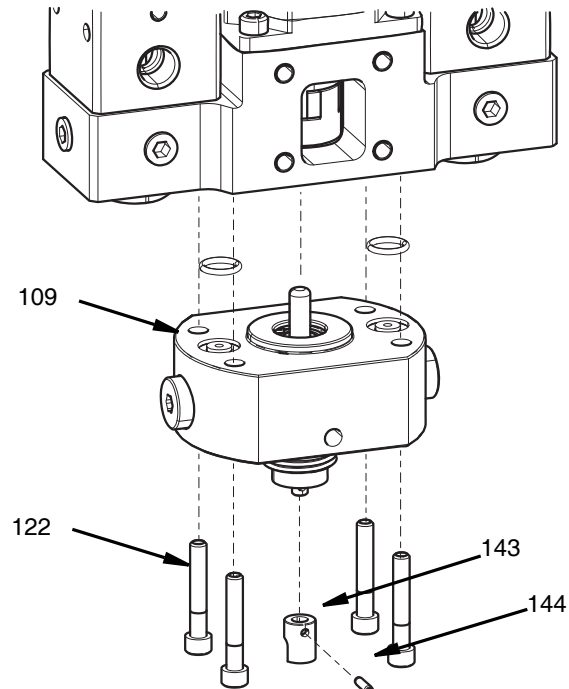
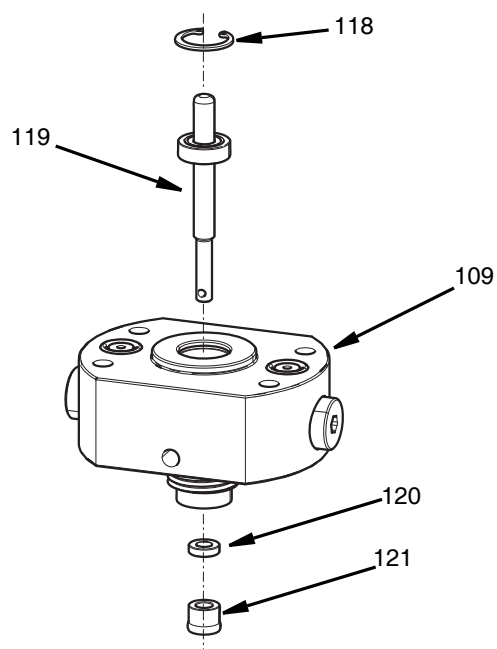

FIG. 32
FIG. 33
4. Retire los cuatro tornillos M5 (122) con una llave Allen de 4 mm.
5. Retire la boquilla de la válvula de retención (109) y las juntas tóricas (108).
6. Presione el pasador (144) fuera del adaptador del mezclador (143) desde el extremo del ensamble del eje del balero (119).
7. Retire el adaptador del mezclador (143). Ver FIG. 32.
8. Retire el anillo de retención (118) que sujeta el ensamble del eje del balero en su lugar.
9. Extraiga el ensamble del eje del balero (119) de la boquilla de la válvula de retención (109).
10. Empuje el sello giratorio (121) y el anillo de reserva (120) fuera de la boquilla de la válvula de retención con un pasador de 6 mm (1/4 pulg.). Vea la FIG. 33.
1. Instale el ensamble del eje del balero (119) en la sección de la boquilla (109).
3. Inserte el sello del anillo de reserva (120) centrado en el ensamble del eje del balero y en la boquilla de la válvula de retención.
7. Reemplace las dos juntas tóricas (108) en la parte superior de la boquilla de la válvula de retención.
9. Apriete el tornillo de la abrazadera en el acoplamiento giratorio (127) para bloquearlo en el ensamble del eje del balero con una llave Allen de 2,5 mm.
10. Instale la cubierta del acoplamiento con los cuatro tornillos M6 - 1,0 x 10 opuestos al accesorio de montaje provisto por el cliente. Aplique torque de 50 libras pulgada (13 Nm). Vea la FIG. 32 y la FIG. 33 para el ensamble.
- Para acceder, quitar y reparar el eje del balero, siga los pasos del 1 al 8 en la sección de desmontaje de **Reparación de sello giratorio** que comienza en la página 40. FIG. 15 de la página 17, FIG. 32 y FIG. 33 de la página 40.
- Para instalar el eje del balero después de reparar, siga los pasos del 1 al 8 en la sección de ensamble de **Reparación de sello giratorio** que comienza en la página 40. Consulte la FIG. 15 de la página 17, FIG. 32 y FIG. 33 de la página 40.
2. Presione el pasador (144) hacia afuera del adaptador del mezclador (143).
3. Retire el adaptador del mezclador (143). Ver FIG. 32. Página 40.
1. Con piezas nuevas, instale el adaptador del mezclador (143) en el eje del mezclador (119).
3. Presione el pasador (144) en el orificio.
4. Asegúrese de que el pasador esté presionado totalmente hacia abajo y que no sobresalga de ninguno de los lados del adaptador del mezclador. Ver FIG. 32. Página 40.